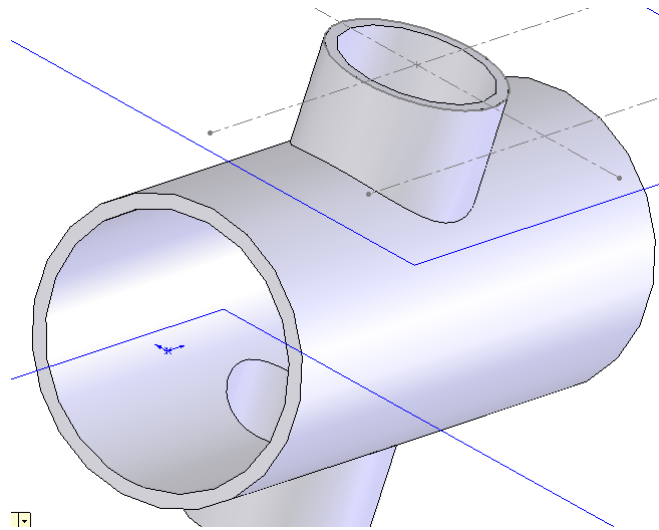

Рис. 1.7. Модель хрестовини труби
- Зробіть отвір діаметром 26 мм, вибравши за базову поверхню основу щойно створеного циліндра і зробіть виріз, використовуючи настройку **ЧЕРЕЗ ВСЕ (Through All)** (рис. 1.7).